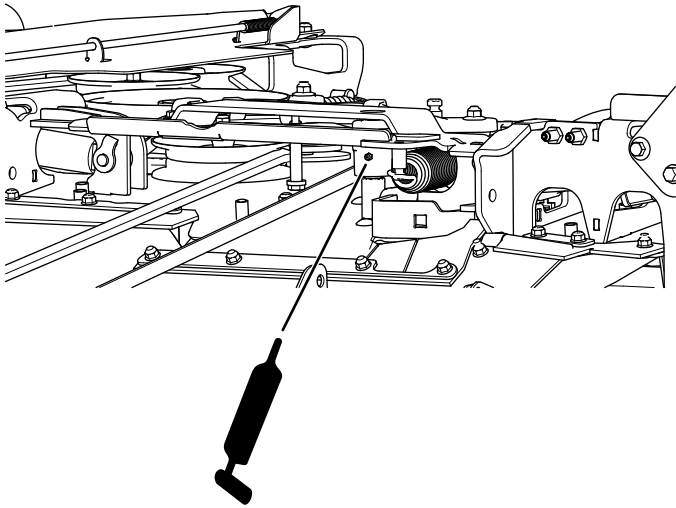

Figura 38
3. Engrase el pivote de la polea tensora de la carcasa de corte hasta que salga grasa por el extremo inferior (Figura 38).